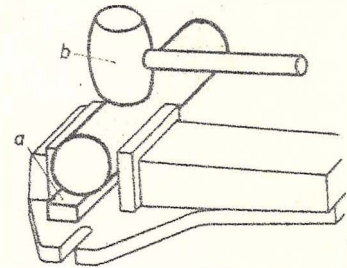
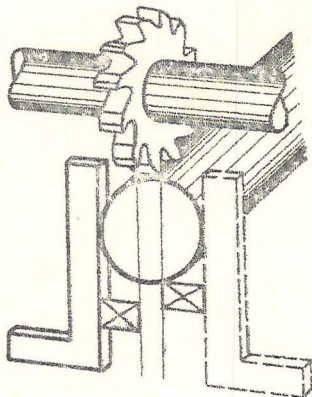

Fig. 3
Fig. 4
- Disponer la pieza con todo cuidado horizontalmente y en posición longitudinal (Fig. 3). Centrar la fresa con relación al eje vertical de la pieza (Fig. 4); Fijar el carro transversal.